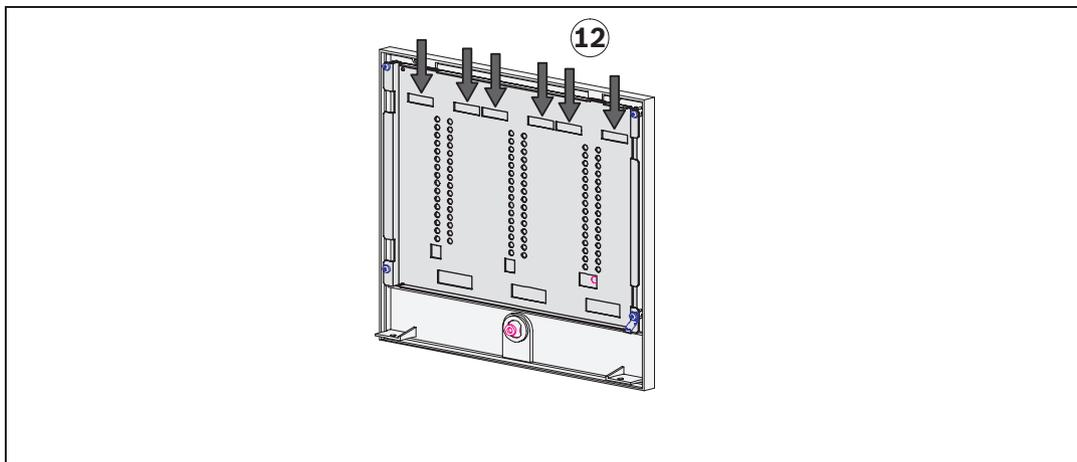

Figure 4.7: Insertion des bandes adhésives
11. Les bandes adhésives des modules détecteurs peuvent être imprimées individuellement à l'aide d'une imprimante laser standard. Un fichier .dot (Print_BAT100LSN.dot) est inclus dans le CD fourni avec le contrôleur de centrale MPC. Insérez les bandes adhésives imprimées dans les emplacements situés à l'arrière du couvercle du boîtier (voir *figure 4.7 (12)*).